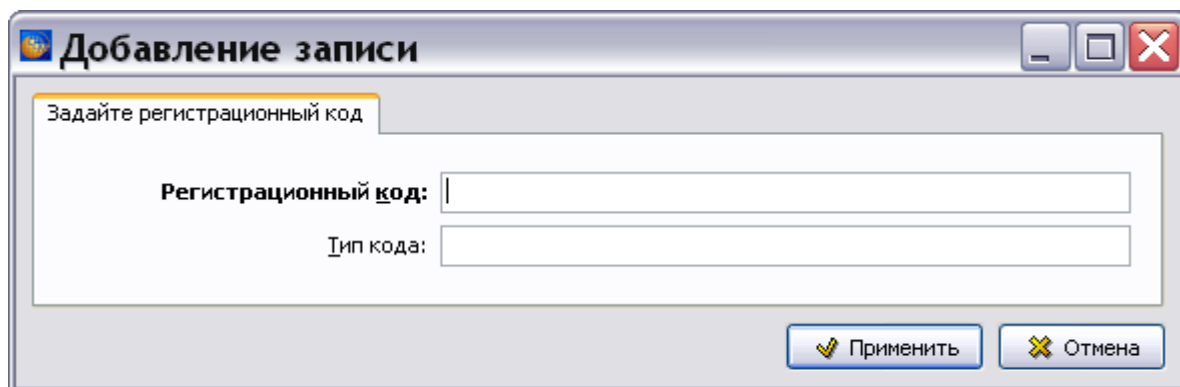

Рисунок 961
– Коды. Для ввода кодов нажмите на кнопку **Добавить** . В окне **Добавление записи** введите значение регистрационного кода и тип кода (рисунок 961).